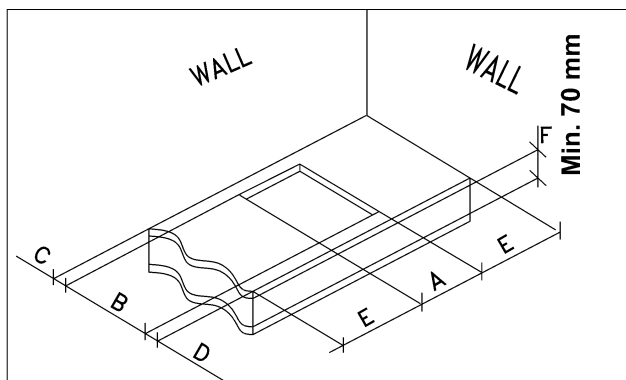

FIG. 7
Si deve praticare nel piano del mobile componibile una apertura per l'incasso delle dimensioni espresse in mm indicate nella fig. 7, curando che siano rispettate le distanze critiche tra il piano, le pareti laterali, la parete posteriore e quella superiore (vedi fig. 7 e 8).
- Al fine di evitare possibili contatti accidentali con la superficie della scatola del piano surriscaldata durante il funzionamento dello stesso, necessita applicare una separazione in legno bloccata da viti ad una distanza minima di 70 mm dal top (fig. 7).